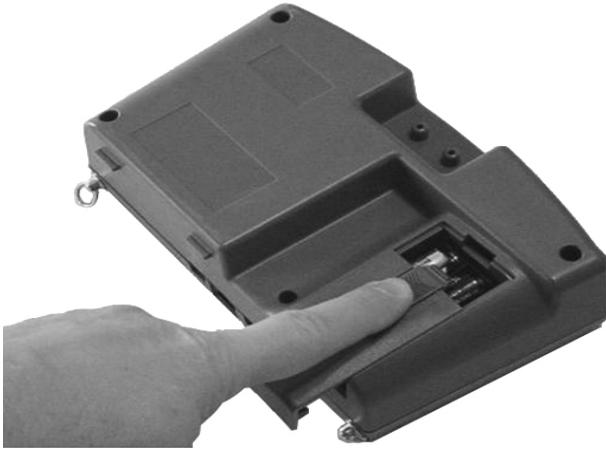

图 5: 取下电池上盖
1. 将仪器关机并找到在微压风速计背面的电池盖 (图 5)。
1. 将仪器关机并找到在微压风速计背面的电池盖（图 5）。